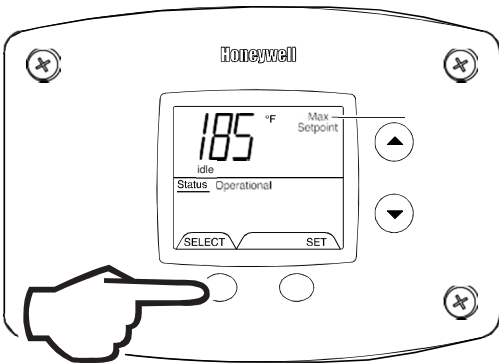

Fig. 30
1. Max Setpoint (Display/Change) (Fig. 30).